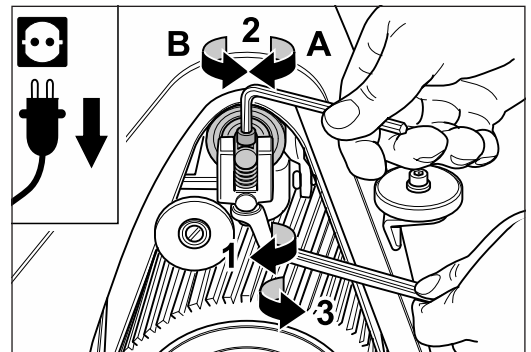

Abb. 48 Den Bandlauf an der Einstellschraube des Aggregats einstellen (siehe Haupttext).
- 6 Ist eine Einstellung der Spannwalze notwendig, muss zuerst die Kontermutter am Aggregatoberteil gelöst werden (Abb. 48, 1). Danach kann die Spannwalze mit der Schraube eingestellt werden (Abb. 48, 2):
- 7 Wird bei einer nochmaligen Überprüfung ein korrekter Schleifbandlauf festgestellt, ziehen Sie die Kontermutter wieder fest (Abb. 48, 3).